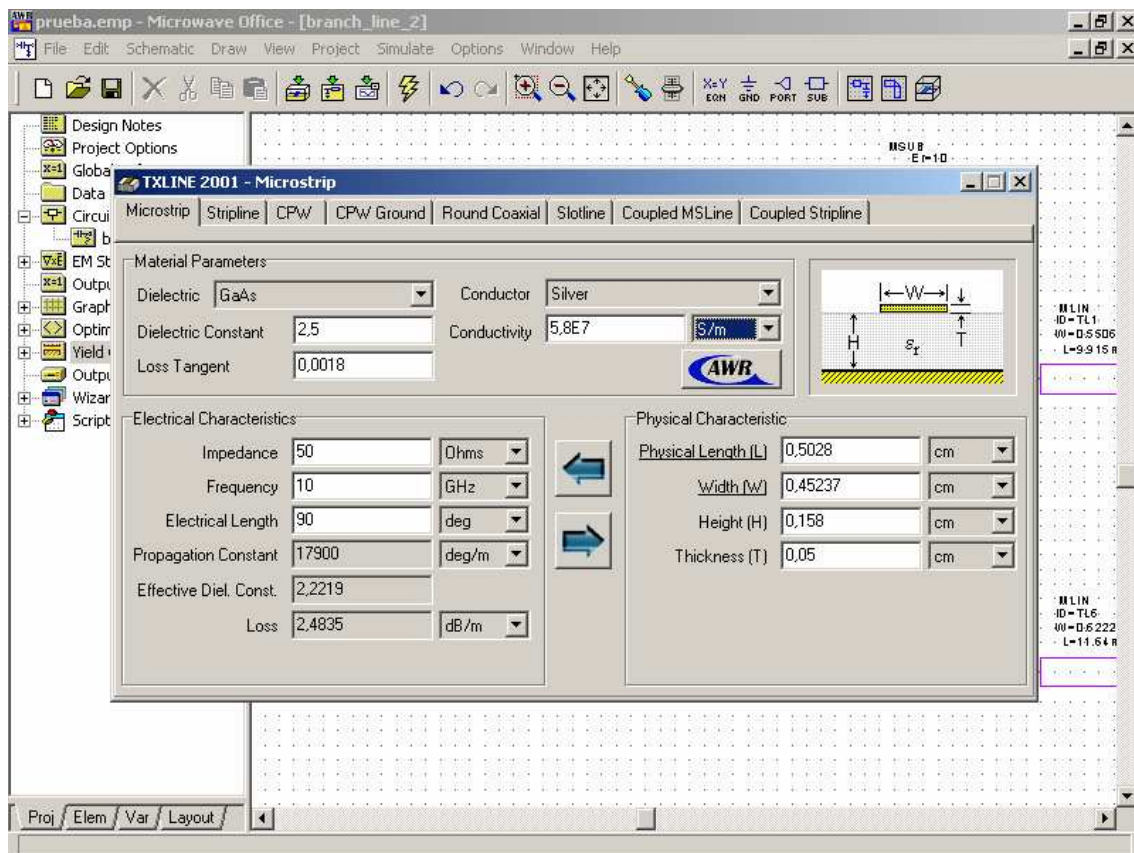
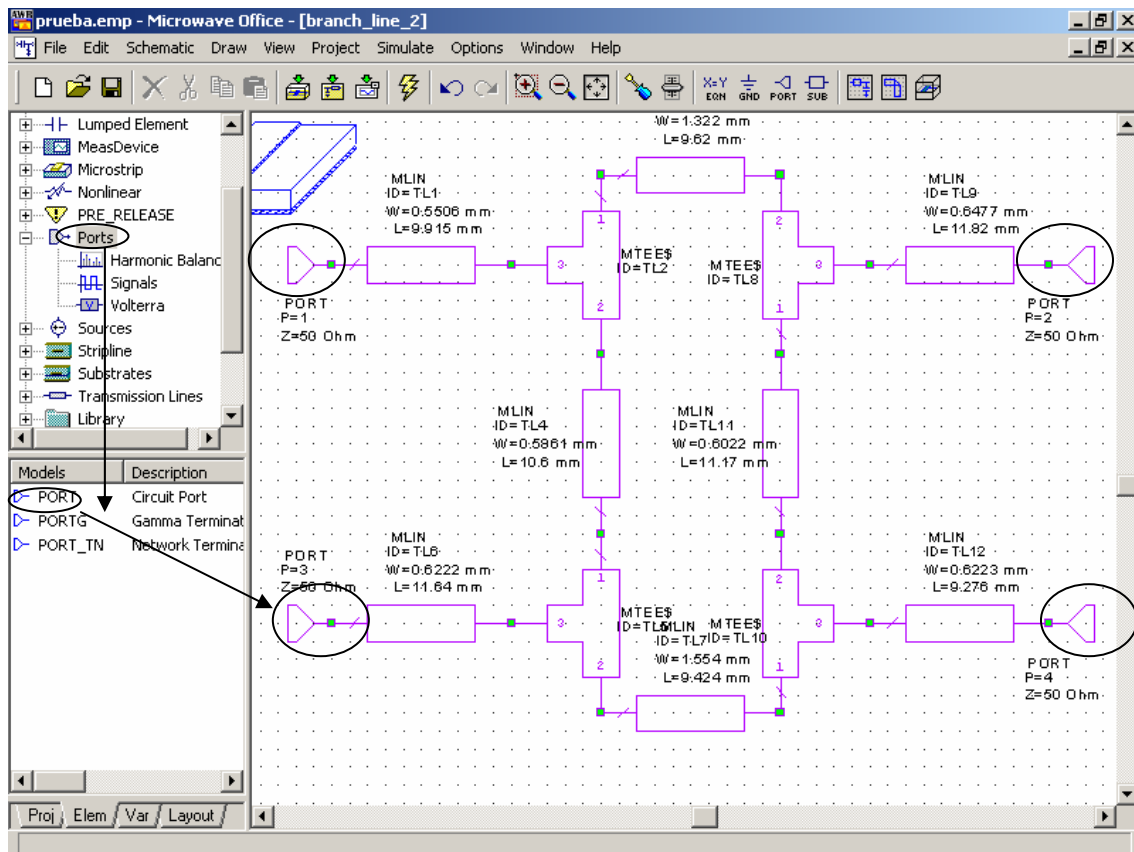

Figura 6
Figura 7: inclusión de puertos en el esquemático
En la figura 6 se aprecia el interfaz de la herramienta TXLine. Como se ve, tiene varias pestañas (parte superior) para hacer los cálculos según se trate de una línea *microstrip*, una línea *stripline*, un *slotline*, diversos tipos de líneas acopladas, etc. En este tipo de “calculadora” hay que introducir como dato las características del dieléctrico empleado (constante dieléctrica y tangente de pérdidas), y la conductividad del metal. Estos parámetros, que deben ser conocidos a priori, se introducen en el cuadro de diálogo dispuesto a tal fin en la parte superior del interfaz TXLine. A continuación, se introducen las características eléctricas de la línea (parte izquierda del interfaz), tales como impedancia característica, frecuencia de trabajo, longitud eléctrica, etc., y, si se desea, el grosor del dieléctrico y el grosor de la tira metálica (parte derecha del interfaz), y se obtienen la longitud física y la anchura necesaria para obtener las características eléctricas deseadas. En muchos casos, también pueden introducirse los parámetros físicos y obtener los parámetros eléctricos equivalentes, es decir, también permite realizar los cálculos inversos, excepto en el caso de líneas acopladas. En cualquier caso, los parámetros calculados para unos datos de entrada determinados, aparecen subrayados en negro.
- **Creación de los puertos:** hay que situar los puertos de entrada/salida en aquellos puntos del circuito que deseemos utilizar para medir la respuesta del mismo. Para añadir estos puertos, igual que se hizo para incluir el sustrato y cualquier otro elemento del circuito, basta con ir al *Element Browser*, seleccionar el conjunto de elementos “*Ports*”, y arrastrar hasta el esquemático el puerto más adecuado, conectándolo al punto deseado. Se recomienda utilizar el tipo de puerto simple denominado *Port*. En la figura 7 se aprecia el esquemático de *Branch-line* realizado en la figura 6, al cual se le han añadido cuatro puertos en las cuatro entradas/salidas.